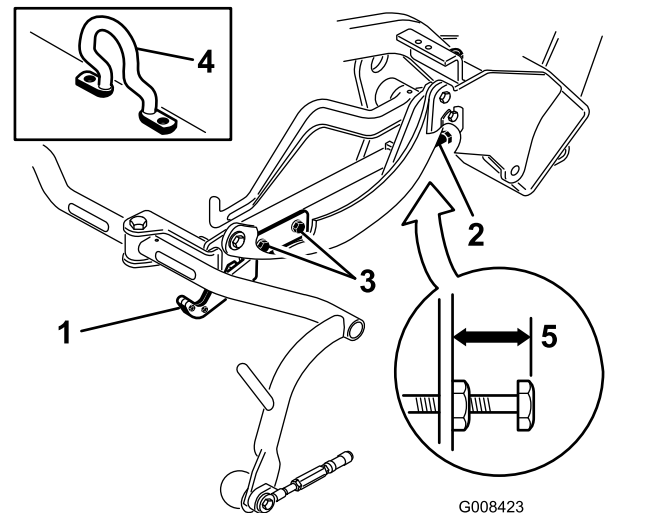

**Figura 12**
2. Coloque un trozo de cinta blanca o pinte una raya en cada recogedor, paralelo al borde exterior de cada uno (Figura 12).